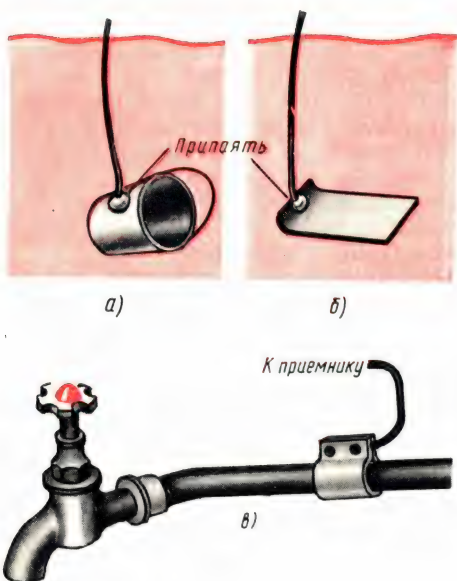

Рис. 21. Заземление
**Заземление.** Возможно ближе к окну, через которое ты предполагаешь вводить провода заземления и антенны, вырой яму такой глубины, где земля всегда сохраняет влагу. В яму уложи какой-нибудь металлический предмет, например старое, но не заржавевшее ведро (рис. 21,а) или лист оцинкованного железа (рис. 21,б) размерами примерно  $50 \times 100$  см, предварительно припаяв к нему отрезок провода такой длины, чтобы протянуть его до твоего рабочего места. Металлический предмет засыпь землей, но осторожно, чтобы не перерубить лопатой провод заземления, и хорошо утрамбуй землю. После этого провод заземления прикрепи к стене дома скобами, сделанными из гвоздей или стальной проволоки.
Если ты живешь в городе, то заземлением могут служить трубы водопровода, центрального парового или водяного отопления, так как они имеют хороший электрический контакт с землей. Трубу (по возможности ближе к твоему рабочему месту) надо осторожно зачистить до блеска напильником и туго обмотать этот участок трубы концом зачищенного медного провода, который пойдет к приемнику. Надежный контакт провода с трубой можно сделать и с помощью металлического хомута (рис. 21,в).